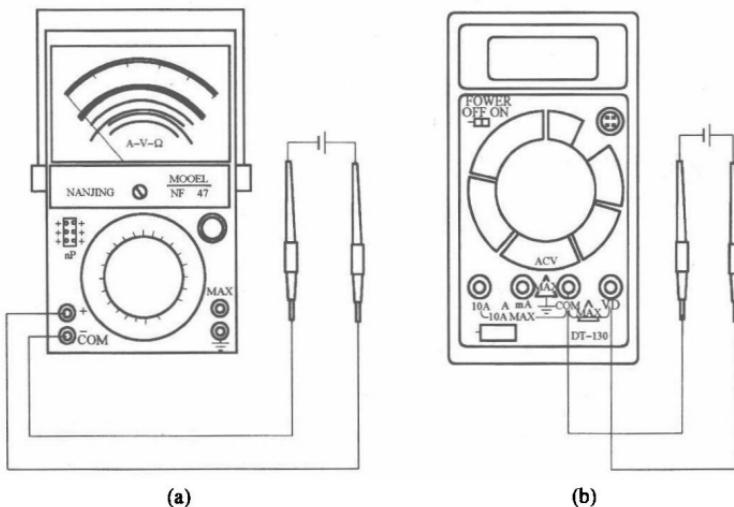

图 1-4 用万用表测量直流电压
(1) 直流电压测量。用指针式万用表测量直流电压时（以 MF500 为例），可将红表笔插入“+”插孔中，黑表笔插入“*”插孔中；将左、右选挡旋钮分别置于“V”和直流电压估测挡位上；将表笔并接在被测负载或信号源上；读取指针指示的刻度，如图 1-4 (a) 所示，刻度线应与所在挡位相对应。
负载或信号源上读取显示屏的数值。数字式万用表显示电压数值的同时会显示红表笔的极性〔见图 1-4 (b)〕。